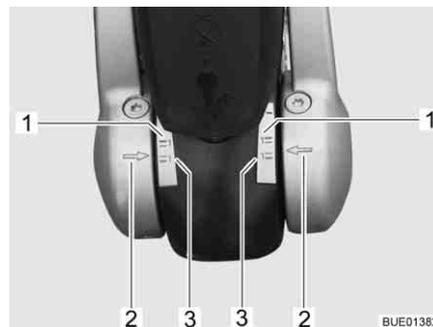

Fig. 209 Indicatore guarnizioni di attrito a sinistra e a destra
- Se le frecce sulla flangia di fissaggio disco (Fig. 209,3) si trovano sotto o sulla superficie di marcatura (Fig. 209,2), le guarnizioni di attrito sono considerate ancora nuove.
- Se le frecce sulla flangia di fissaggio disco si trovano all'interno delle superfici di marcatura (Fig. 209,1 e 3), le guarnizioni di attrito sono leggermente consumate.
- Se le frecce sulla flangia di fissaggio disco si trovano al di sopra della superficie di marcatura rossa (Fig. 209,1), le guarnizioni di attrito sono consumate. Far sostituire le guarnizioni di attrito.